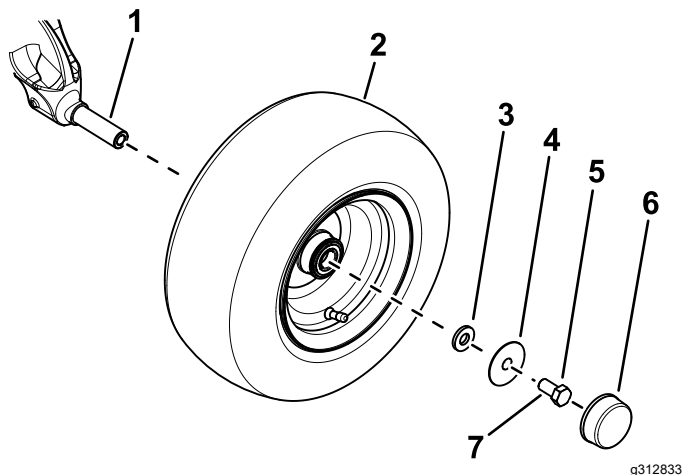

Figura 3
- B. Utilizzate una rondella piccola, una rondella grande, un bullone ($\frac{5}{8}$ " x $1\frac{1}{4}$ "), e fissate la ruota all'albero dell'assale (Figura 3).
- D. Montate il coperchietto antipolvere alla ruota (Figura 3).